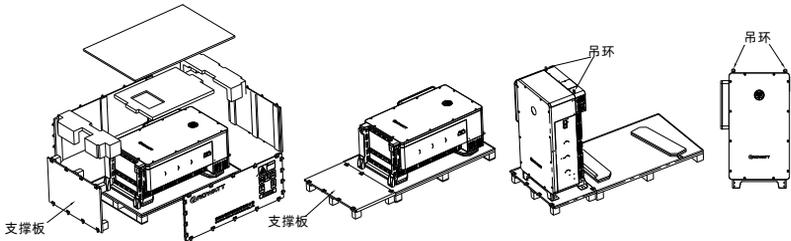

图 5.6 吊装示意图
- 1> 如下图 5.6 所示，先将机器包装拆除（打开上盖并拆除四周的板材）并将支撑板与底板拼接，安装吊环并拉出把手后将机器竖起准备吊装，竖起机器并稳定后使用麻绳套在吊环上，可将储能变流器搬到指定安装位置；